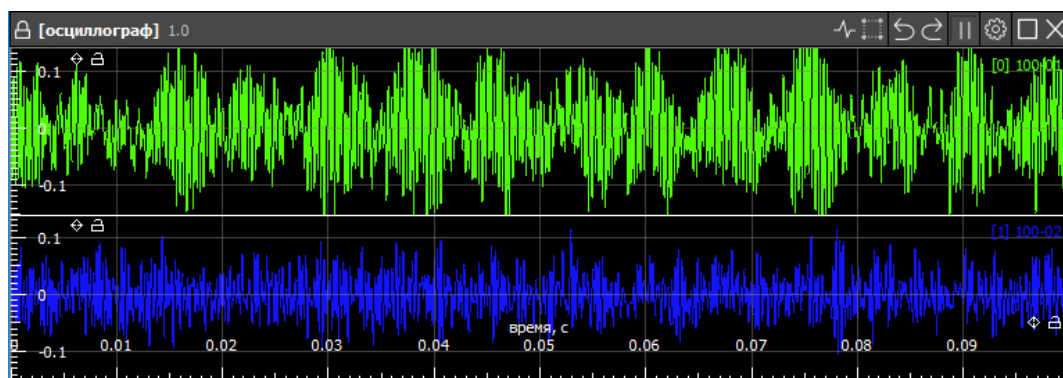

Рисунок 44. Основные настройки осциллографа.
5. Возможность отображения нескольких графиков в одном окне, но на разных осях по X (рис. 44).